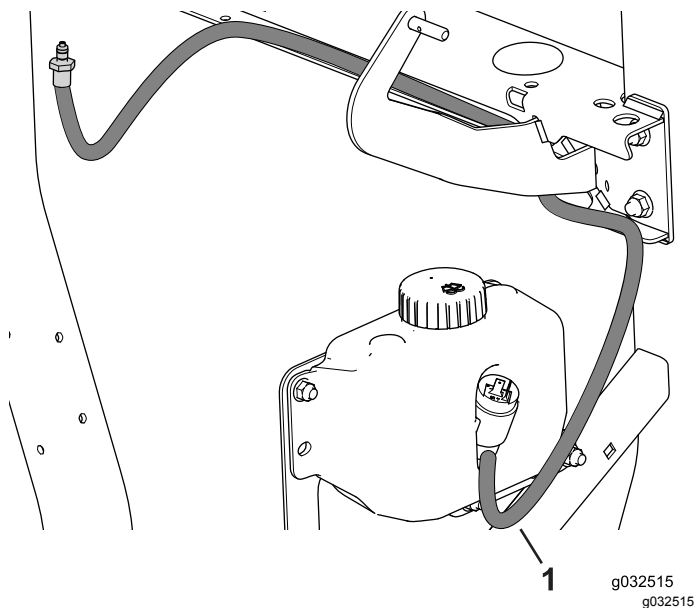

Bild 35
5. Befestigen Sie die Scheibenwaschanlagenleitung an der Scheibenwaschanlagenflasche und befestigen sie mit Kabelbinden am Rahmen (Bild 35).